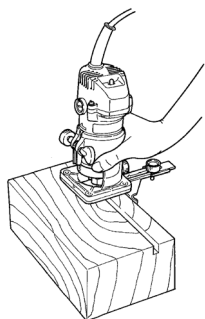

図 15
- (3) 加工は前ページの送り方向に合わせてご使用ください。(図 15)